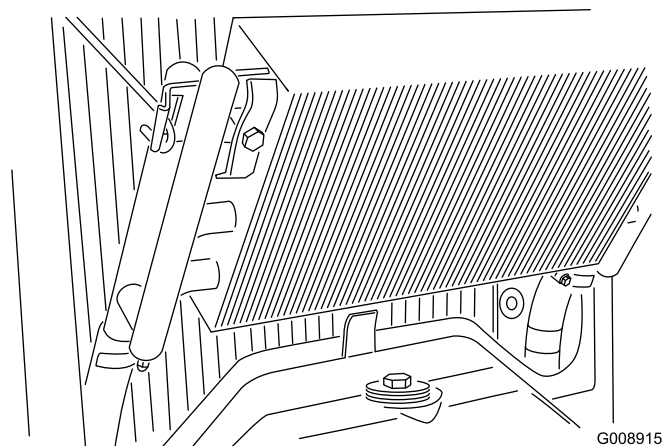

Рисунок 53
3. Откройте защелку маслоохладителя и поверните его назад (Рисунок 53). Тщательно очистите обе стороны маслоохладителя и радиатора водой или сжатым воздухом. Верните маслоохладитель в исходное положение.